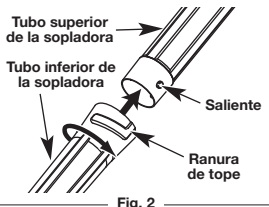

Fig. 2
1. Alinee la ranura de tope que está en el extremo de arriba del tubo inferior de la sopladora con el saliente al final del tubo superior de la sopladora (Fig. 2).
2. Ponga el tubo inferior sobre el tubo superior de la sopladora (Fig. 2).
3. Gire el tubo inferior de la sopladora en el sentido de las agujas del reloj hasta que quede apretado (Fig. 2).